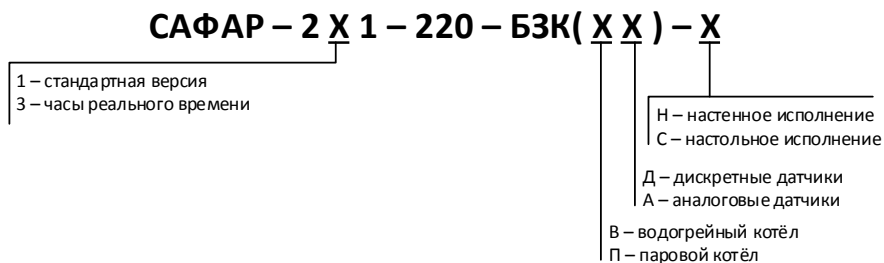

Рис. 1: Расшифровка кода модификации.
2.11 Информация о модификации автомата горения зашифрована в коде полного условного обозначения: (см. рис. 1).